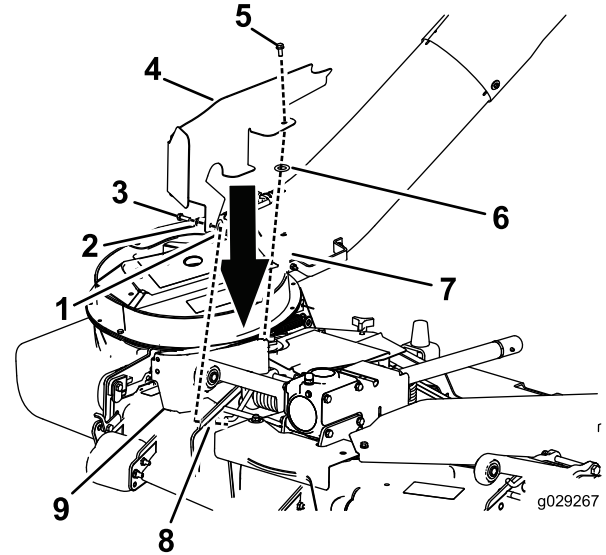

Figura 11
2. Para modelos com o sistema de recolha de relva instalado: Instale o resguardo direito (Figura 11).